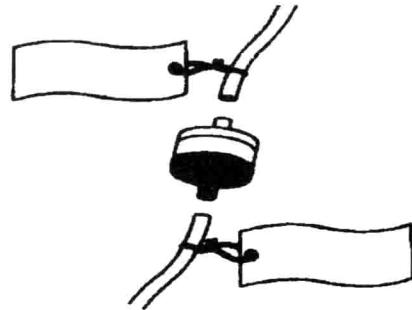

图 1.2.8
(2) 断开真空软管以后，应在重新连接处做好标记加以识别（见图 1.2.8）。